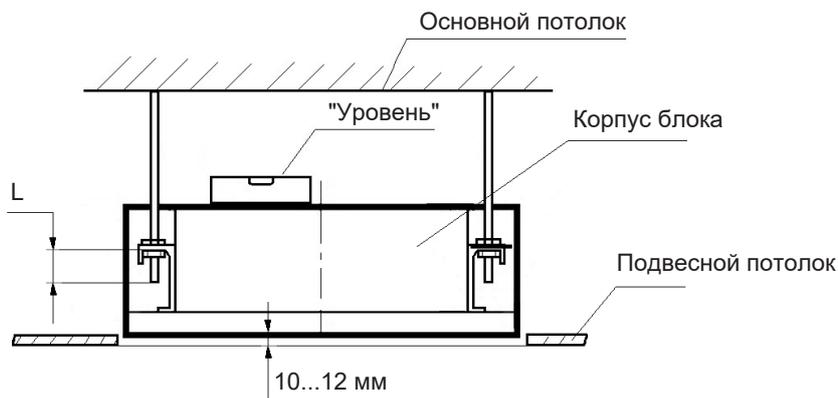

Рис.2.11
7. Корпус блока должен быть установлен и зафиксирован на резьбовых шпильках строго горизонтально с помощью "уровня". При этом нижняя поверхность корпуса блока должна на 10...12 мм "утоплена" по отношению к подвесному потолку (рис.2.11). При этом данное расстояние должно быть одинаково по всему периметру корпуса.